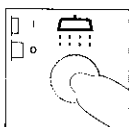

Fig. 19
- 15) **Option uniquement pour les tissus synthétiques.** Appuyer sur la touche (Fig. 19) pour obtenir un rinçage supplémentaire. A utiliser dans des endroits aux eaux très douces ou pour tous ceux qui sont allergiques à d'éventuels résidus de détergent.